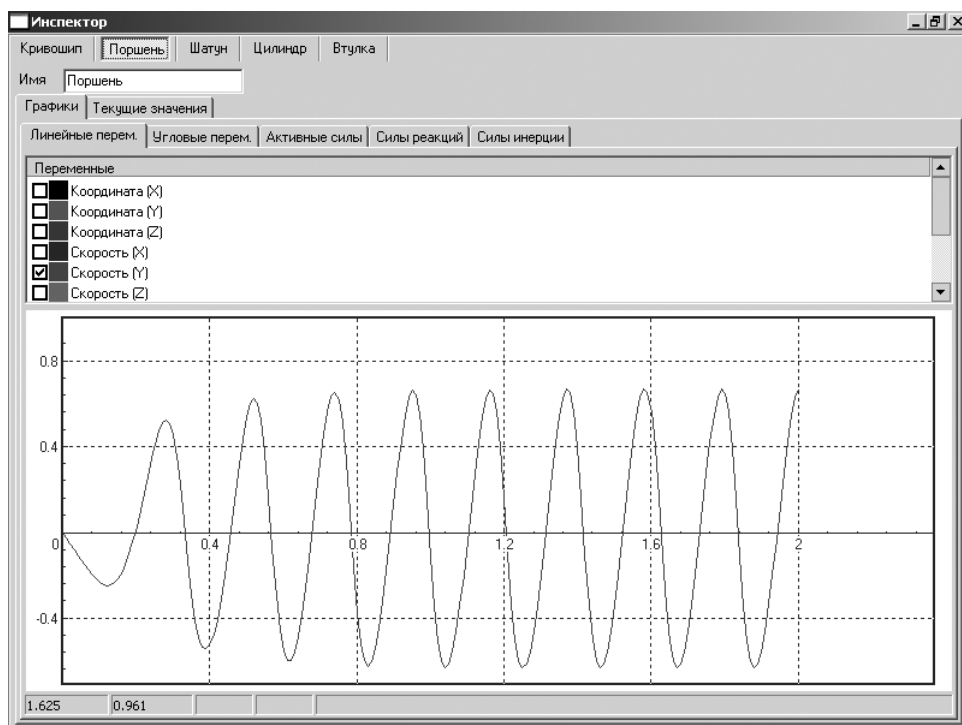

Рис. 2.78. Состояние окна **Инспектор** в развернутом виде с открытыми вкладками **Графики** и **Линейные переменные**
- щелкните в окне **Инспектор** по кнопке управления  – **Развернуть**. Появится окно **Инспектор** в развернутом виде с результатами моделирования скорости перемещения поршня в графическом виде, см. рис. 2.78.